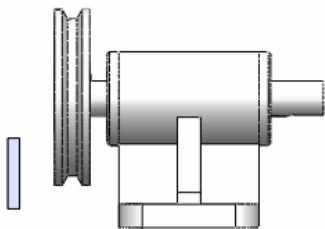

图 13-61 移动相机橇
② 将时间栏放置在 6 秒处，将相机橇移动到如图 13-61 所示的位置，